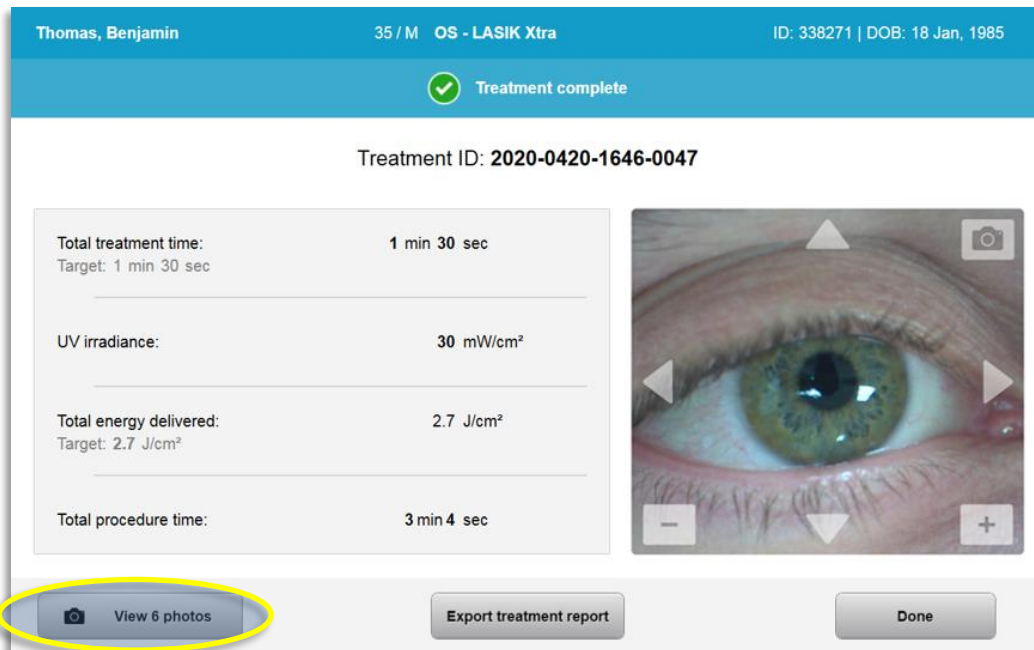

Abbildung 3-32. Bildschirm „Behandlung abgeschlossen“
- Nach Abschluss der Behandlung wird eine Zusammenfassung der Behandlungsparameter und im Bildschirm „Behandlung abgeschlossen“ (Treatment complete) angezeigt (siehe Abbildung 3-32).
- Wählen Sie „Fotos anzeigen“ (View Photos), um die Fotogalerie wie in Abbildung 3-32 veranschaulicht aufzurufen.